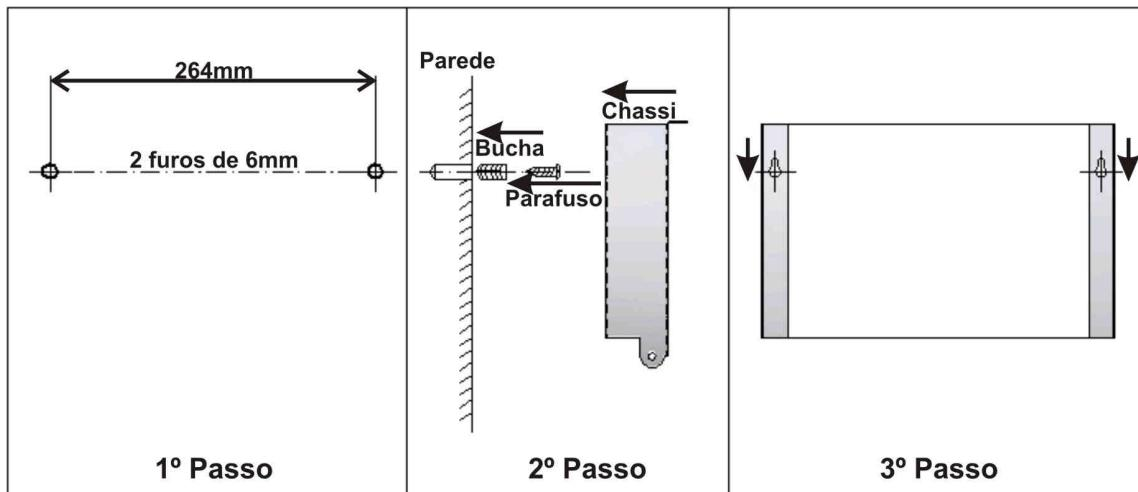

Figura 10
9. Fixe o chassi de alumínio da caixa de comando na parede, fazendo uso dos parafusos e buchas que acompanham o seu equipamento. Para isso é necessário que se faça dois furos de 6 mm de diâmetro distantes 264 mm um do outro, na parede onde será fixado o gabinete da caixa de comando de seu **AQUACLOR**. Após a execução dos furos, introduza as buchas na parede e rosqueie os parafusos de modo a permitir o encaixe do chassi de alumínio, conforme ilustrado na **figura 10**.